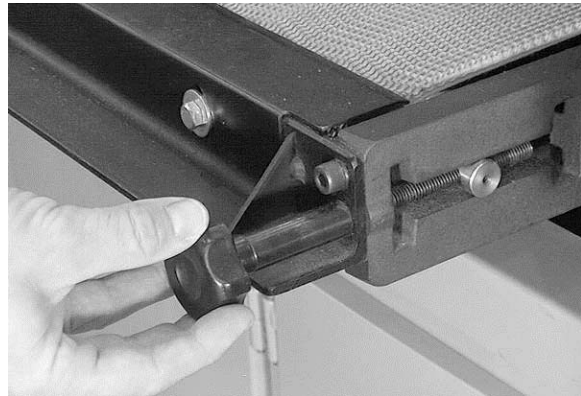

Figure 20
La tension de la courroie du convoyeur et les réglages de traçage peuvent s'avérer nécessaires de temps à autre pendant les interruptions et les opérations normales pour compenser l'étirement de la courroie. Réglez la tension de la courroie du convoyeur en tournant les boutons (Fig. 20) en sens horaire pour augmenter la tension et en sens antihoraire pour réduire la tension. La courroie doit être assez bien tendue pour déplacer le matériel sans glisser sur le rouleau d'entraînement.
1. Sur le côté du convoyeur vers lequel la courroie s'incline, serrez le bouton d'un 1/4 de tour (Fig. 20) pour placer la courroie dans le sens contraire.